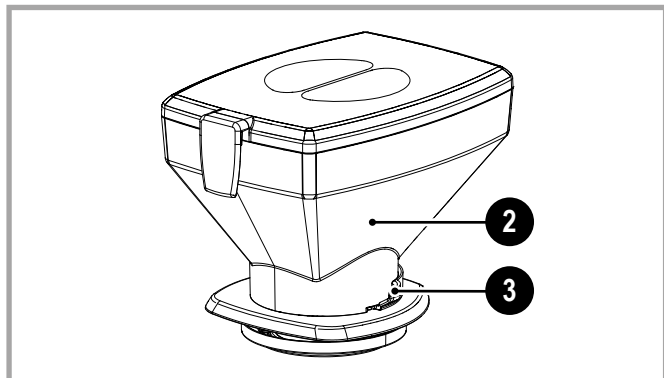

图8.1 - 料斗
如要清洁料斗，请按如下操作（图 8.1、8.2）：
- 向内推隔板（图 8.1 - 3），将其关闭。激活研磨，直至研磨机-计量供应器中无咖啡残留。
- 将料斗（图 8.1 - 2）从研磨机-计量供应器上拆下。
- 清除料斗（图 8.1 - 2）中剩余的任何咖啡豆。
- 将料斗（图 8.1 - 2）放回研磨机-计量供应器上之前，确保料斗零部件均已完全干燥。